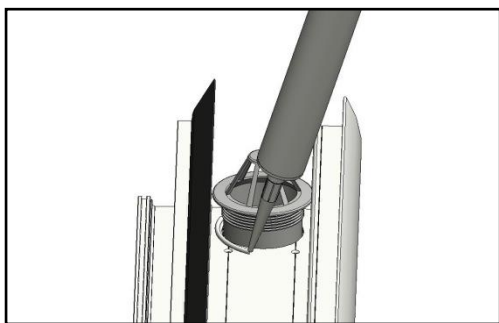

Abbildung 7, Anbringen des Blattfängers
16. Dichten Sie den Rand um das Ø 80-mm-Loch in der Rinne sparsam mit Kitt ab und stecken Sie den Blattfänger hindurch. Drehen Sie danach die Überwurfmutter an der Unterseite des Blattfängers fest (Abb. 7).